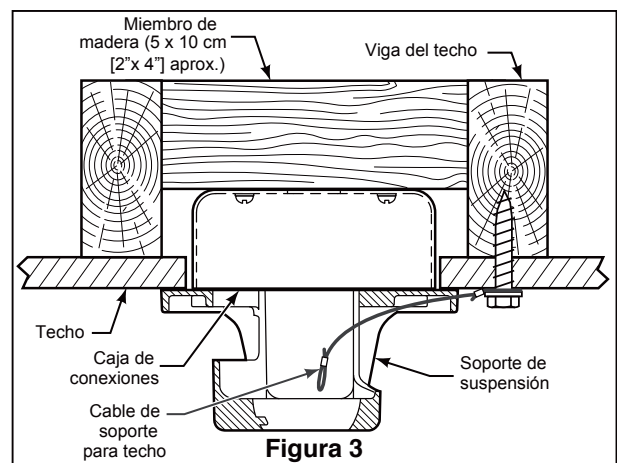

Figura 3
3. Afloje los dos tornillos de fijación del soporte del barral de soporte para techo a través de la varilla. Introduzca los cables de color negro/blanco, azul, rojo, gris, amarillo cables y cable de seguridad a través de la varilla. (Figura 3)
1. Perfore un orificio de 1/4" en la estructura del edificio para evitar grietas con la instalación del tornillo de intervalo. Utilice el tornillo de intervalo de 3/8"x 2" y la arandela plana para fijar el cable de seguridad a la viga del techo o a la estructura de madera. Dicho tornillo pasará a través de arandela plana, la presilla del cable de seguridad y se fijará en la estructura del edificio. (Figura 3)
**NOTA:** el cable de soporte para techo no se puede asegurar solamente a la caja de conexiones; se debe asegurar directamente a la viga de techo o miembro estructural con el tornillo de cabeza cuadrada de 3/8"x2" y la arandela plana. (Figura 3)
2. Realice las conexiones de cables al bloque del terminal como se muestra en la Figura 3.